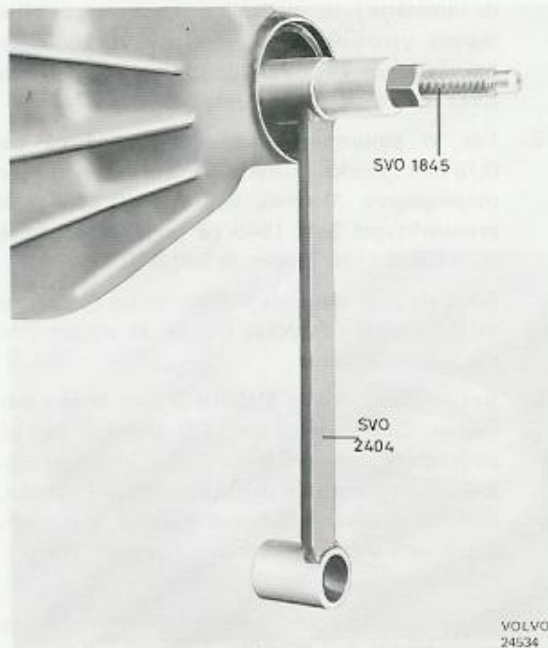

Bild 54. Montering av pinjong
5. För in pinjongen i kåpan och träd på tre 0,75 mm tjocka justermellanlägg och främre pinjonglagret. Montera nyckel SVO 2404 och pressverktyget SVO 1845 på pinjongens främre ände och dra i pinjongen, se bild 54.